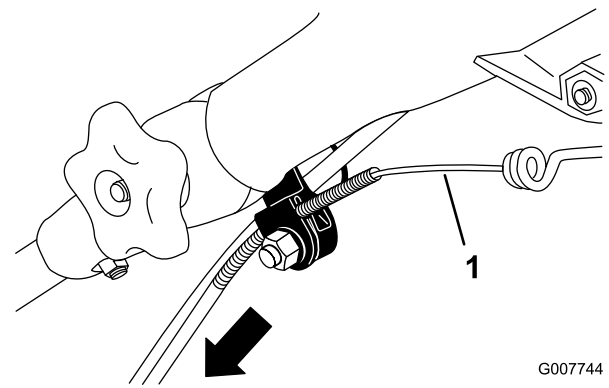

Рисунок 45
3. Тяните за оболочку тросика вниз до тех пор, пока не будет выбрана вся слабина на открытой части тросика (Рисунок 45).